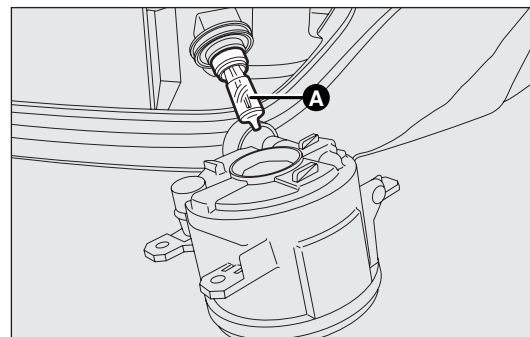

fig. 168
- ☐ extraer la lámpara A-fig.168 girándola hacia la izquierda y desconectar el conector eléctrico.